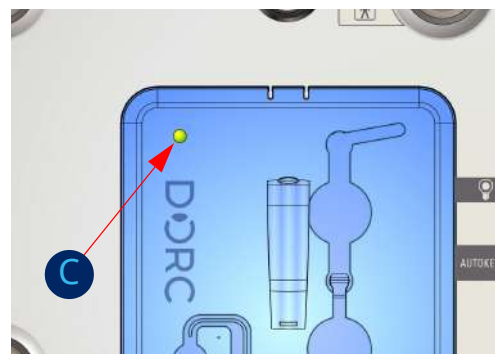

Fig. 52: Светодиод кассеты
- Установите кассету. При установке кассеты на EVA раздается щелчок. **ЗАГОРАЕТСЯ** светодиод [C] (рис. 52).